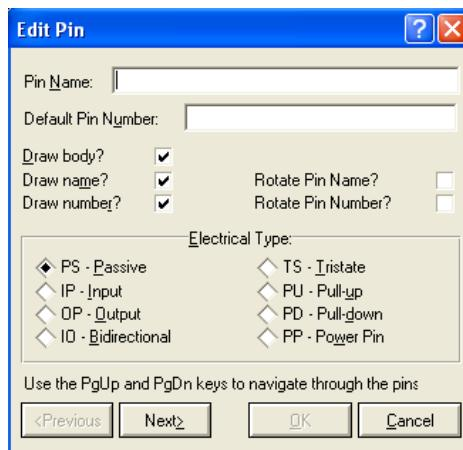

Figura 48: Janela Edit Pin
2. Abrirá a janela **Edit Pin**, veja figura 48.